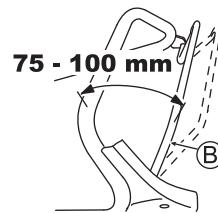

Fig. 32
Réglez de telle façon que la machine fonctionne (l'embrayage s'engage) lorsque la distance entre le levier d'embrayage de traction (B) et le guidon est de 75 - 100 mm ainsi qu'ilustré dans la Fig. 32.